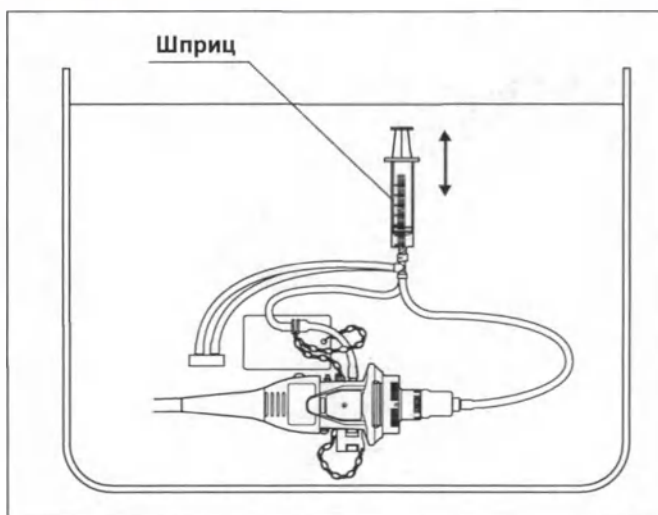

Рис. 5.64
- 6 Полностью погрузив шприц в раствор дезинфицирующего средства, медленно оттяните поршень шприца, чтобы заполнить шприц раствором. Затем с усилием надавите на поршень, чтобы промыть канал подачи воздух/вода 90 мл раствора дезинфицирующего средства (т. е. прокачав содержимое шприца не менее трех раз). Убедитесь, что во время третьей промывки из дистального конца эндоскопа не выделяются пузырьки воздуха. (см. рис. 5.64)